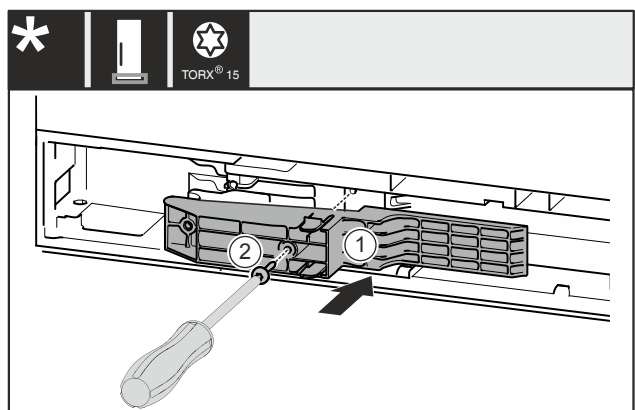

Fig. 48 *
- Adapterstuk Fig. 48 (1) aan de greepzijde in de uitsparing plaatsen.*
- Schroef Fig. 48 (2) met een schroevendraaier vastschroeven.*